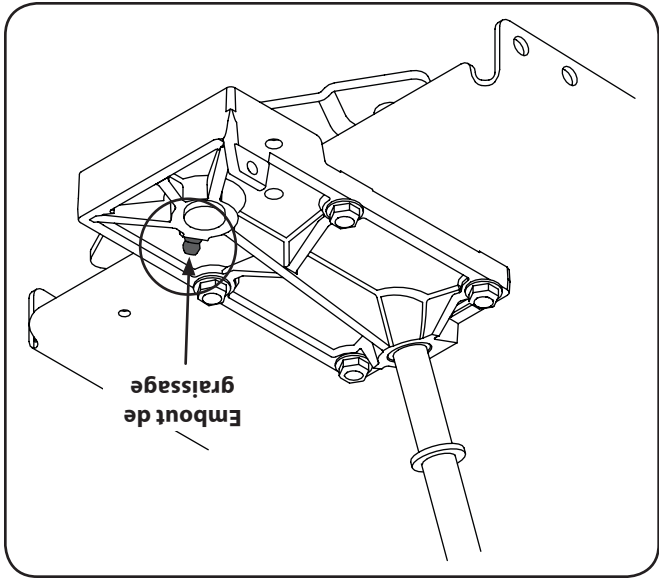

Figure 6-6
2. Localisez le graisseur du boîtier de direction sous la batterie. Voir la Fig. 6-6.